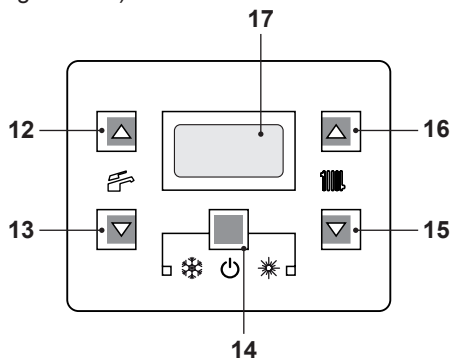
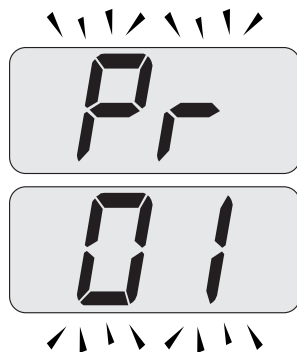

Figura 9.24
Figura 9.25
- Entrare in "modalità programmazione" premendo contemporaneamente per 10 secondi i tasti 14 - 15 - 16 (Figura 9.24) fino a far apparire sul display LCD le lettere **Pr** che si alternano con il codice **01** indicanti l'entrata nel "parametro 01" (Figura 9.25).
- Premere contemporaneamente i tasti 14 e 16 (Figura 9.24) fino a far apparire sul display LCD il valore del parametro
- Premendo contemporaneamente i tasti 14 e 15 (Figura 9.24) si esce senza modificare il valore (ritorno alla lista parametri Figura 9.25)
- Premendo contemporaneamente per 10 secondi i tasti 14 - 15 - 16 (Figura 9.24) si esce dalla "modalità programmazione".